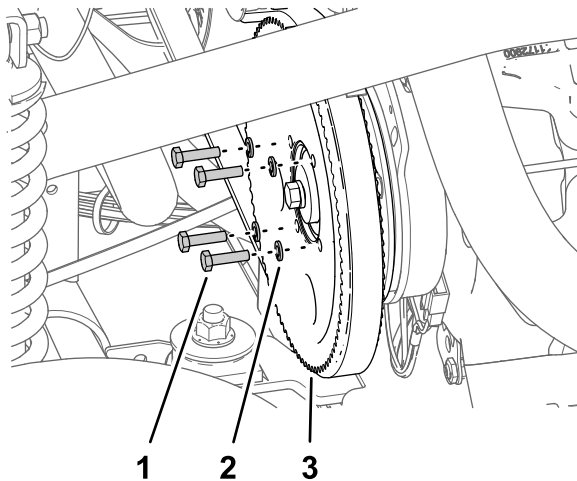

図 181
3. プーリを散布用ポンプに固定しているボルト  $\frac{1}{4}$  x 1" 4本とロックワッシャ  $\frac{1}{4}$ " 4枚を取り外す 図 181。